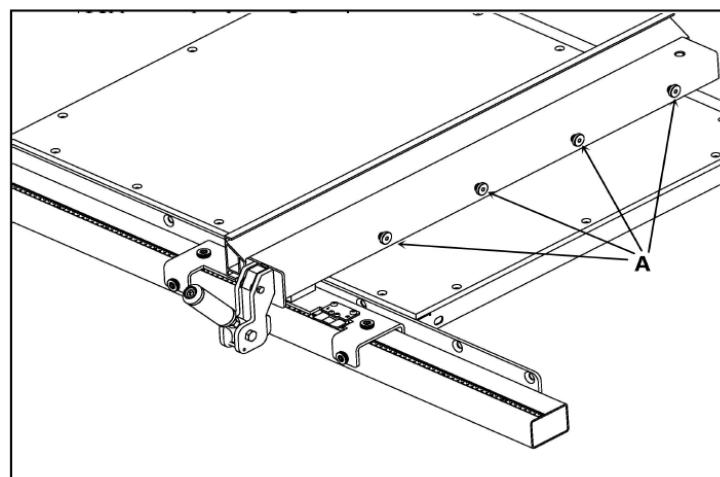

Рисунок 9
Установите параллельный упор на направляющую рейку с правой стороны от пильного диска, как показано на Рис. 9.
Если вам нужно использовать параллельный упор с левой стороны от пильного диска, снимите болты (A), как показано на Рис.9, и переместите (установите) пластину параллельного упора и фиксирующую планку на правую сторону корпуса параллельного упора и закрепите их на левой стороне корпуса упора.